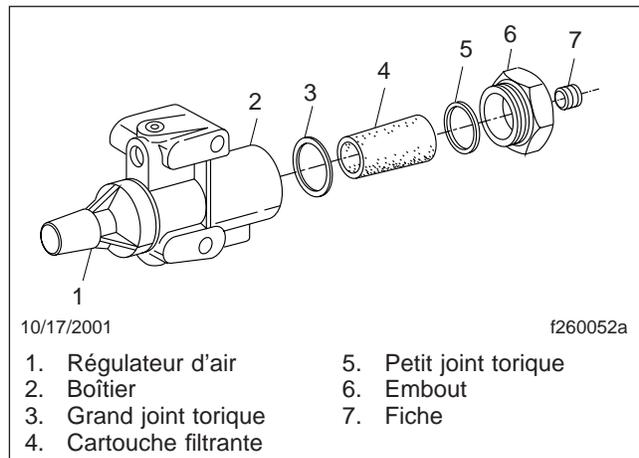

Fig. 4, Composants du filtre ou régulateur d'air de la boîte de vitesses Eaton Fuller
3. Enlevez le capuchon d'extrémité, le grand joint torique et la cartouche filtrante du boîtier du filtre. Voir la figure 4. Retirez le petit joint torique du capuchon d'extrémité.